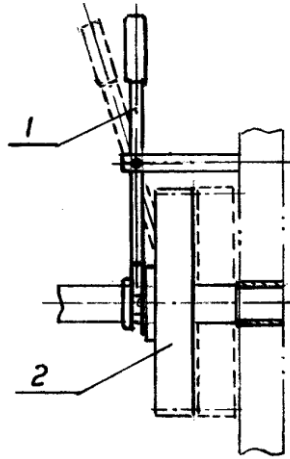

Рис. 8
- 2) Открыть задний щиток; ввести в зацепление с главным передаточным механизмом скользящую шестерню с помощью вильчатого звена. Правильное положение обозначено пунктирной линией на рис. 8. Затем закрыть задний щиток.
- 4) Перед выполнением вальцовки рукоятка 1, показанная на рис.8, должна находиться в положении, указанном на рисунке. После выполнения вальцовки необходимо повернуть рукоятку 1 в положение, обозначенное пунктирной линией, убедиться, что отверстие совпадает отверстию на раме, затем вынуть заготовку.